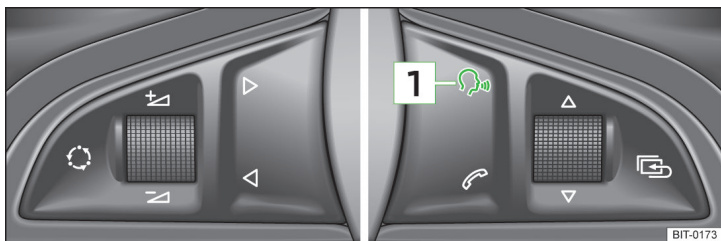

Fig. 129 Volanul multifuncțional
Prin apăsarea scurtă a tastei **1** » fig. 129 de pe volanul multifuncțional.
Puteți începe oricând dialogul apăsând scurt tasta **1** » fig. 129 de pe volanul multifuncțional1).
Dacă sistemul este în curs de redare a unui mesaj, este necesar să se încheie redarea în curs prin apăsarea tastei **1** » fig. 129 de pe volanul multifuncțional.
- prin apăsarea scurtă a tastei **1** » fig. 129 de pe volanul multifuncțional.